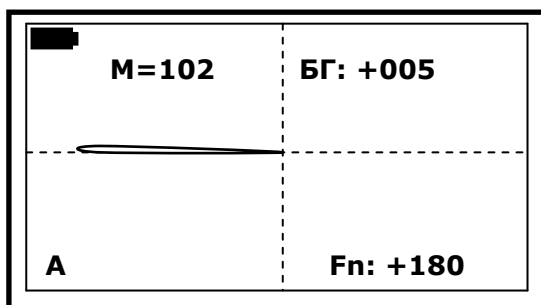

Рис. 16
4. медленно и плавно поднесите датчик к грунту сверху вниз, избегая ударов датчиком о траву, камни и другие объекты. Скорость поднесения датчика должна быть такой, чтобы он опустился до уровня грунта приблизительно, за одну - две секунды. При поднесении датчика к грунту, на дисплее будет вырисовываться линия из центра в левую сторону экрана\* (Рис. 16). Опускайте датчик до тех пор, пока линия не дойдет до левого края дисплея, не допуская ударов датчиком о грунт, густую траву и т.д.